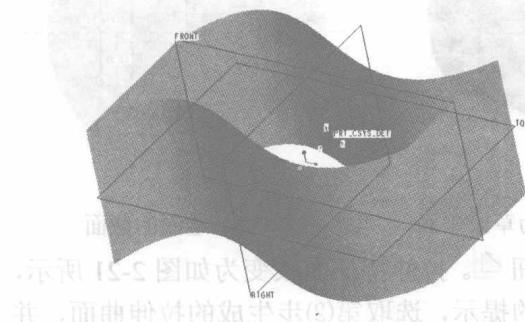

图2-14 对称方式生成的拉伸曲面
**03** 选择了对称拉伸方式后，曲面显示如图2-14所示。